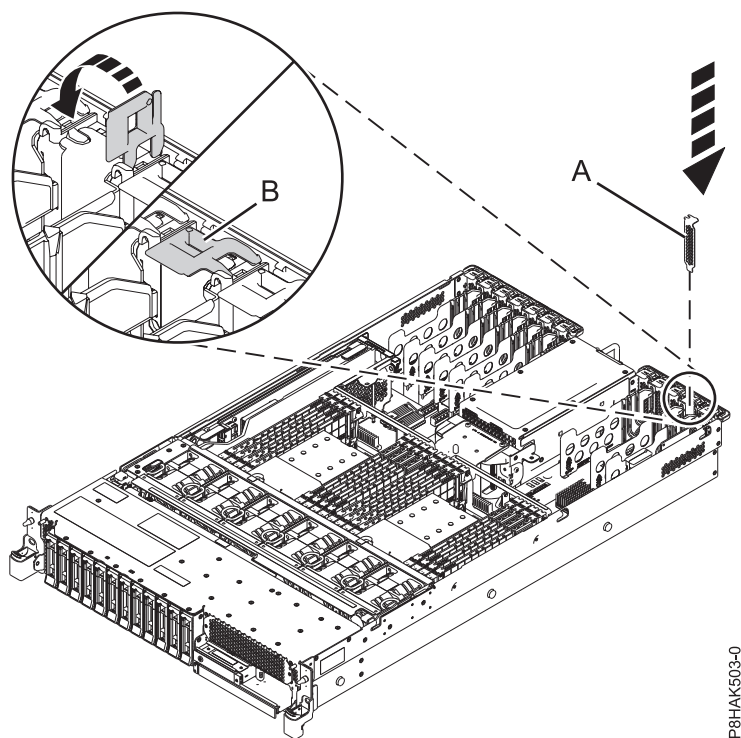

Figura 27. Instalar um preenchimento numa ranhura de um adaptador PCIe num sistema 5148-21L, 5148-22L, 8247-21L, 8247-22L, 8284-21A ou 8284-22A
- a. Segure no contraponto do carácter de preenchimento com cuidado e alinhe o carácter de preenchimento com a ranhura no respectivo conector no painel posterior do sistema, como demonstrado em Figura 27 na página 47.